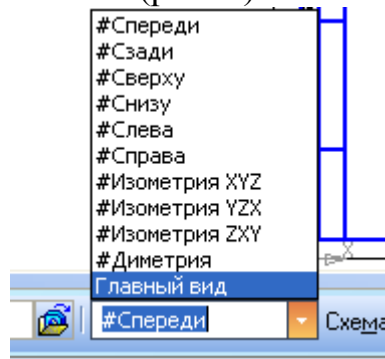

Рис. 4.
8. Стандартные и проекционные виды автоматически строятся в проекционной связи. Все виды связаны с моделью: изменения в модели приводят к изменению изображения в ассоциативном виде. В строке параметров выберите *Главный вид* (рис. 4).